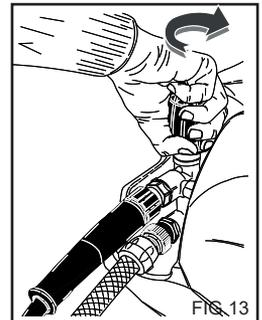

FIG.13
Dette kapitel behandler kun de modeller som er udstyret med "trykregulerende" anordning. Trykregulatoren, fig. 13, giver brugeren mulighed for at indstille arbejdstrykket. Når knap C drejes mod uret (B) (minimum), nedsættes driftstryk.